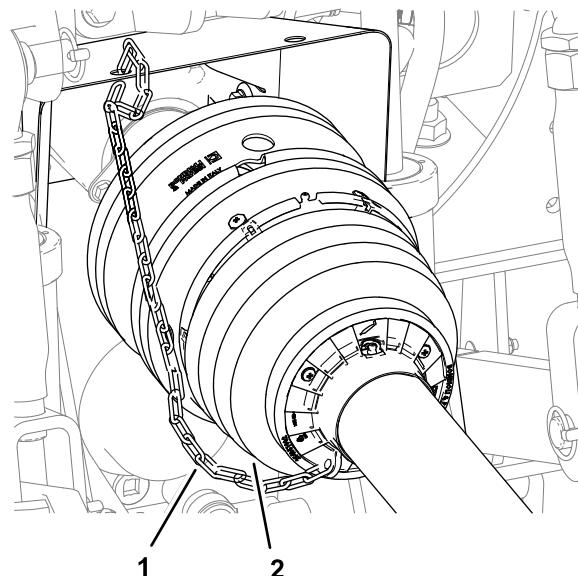

Рисунок 17
- Убедитесь, что между передним кожухом вала механизма отбора мощности и неподвижной частью буксирного автомобиля установлена ограничительная цепь (Рисунок 17).